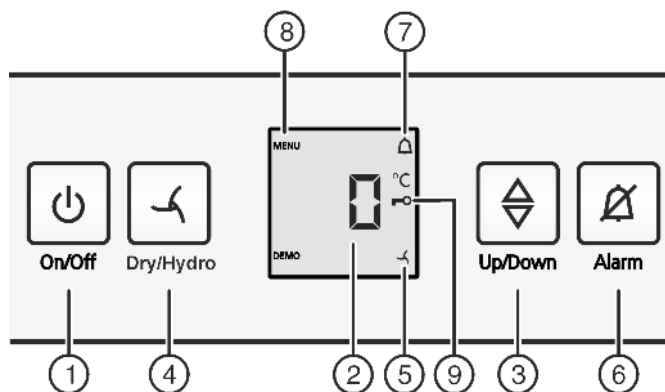

Fig. 2
- Appuyer sur la touche On/Off Fig. 2 (1).
- ▶ Activer le mode de réglage : appuyer env. 6 s. sur la touche Dry/Hydro Fig. 2 (4).
- ▷ Le symbole Menu Fig. 2 (8) est allumé.
- ▶ Confirmer en appuyant brièvement sur la touche Dry/Hydro Fig. 2 (4).
- ▶ Appuyer brièvement sur la touche Dry/Hydro Fig. 2 (4) pour activer la sécurité enfants.
- ▷ Le symbole Sécurité enfants Fig. 2 (9) est allumé. **c** clignote à l'écran.
- ▶ Appuyer brièvement sur la touche Dry/Hydro Fig. 2 (4) pour désactiver la sécurité enfants.
- ▷ Le symbole Sécurité enfants Fig. 2 (9) s'éteint. **c** clignote à l'écran.
- ▶ Désactiver le mode de réglage : appuyer sur la touche On/Off Fig. 2 (1).
- ▶ Appuyer sur la touche Alarme Fig. 2 (6).